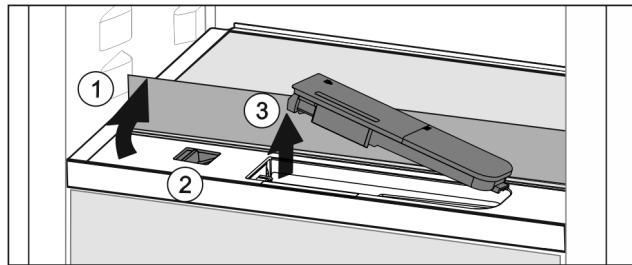

Fig. 150
- Nadvhíňte sklenú dosku a až na doraz ju sklopte dozadu Fig. 150 (1).
- Potlačte posúvač Fig. 150 (2) dolava.
- Vyberte nádržku na vodu Fig. 150 (3).